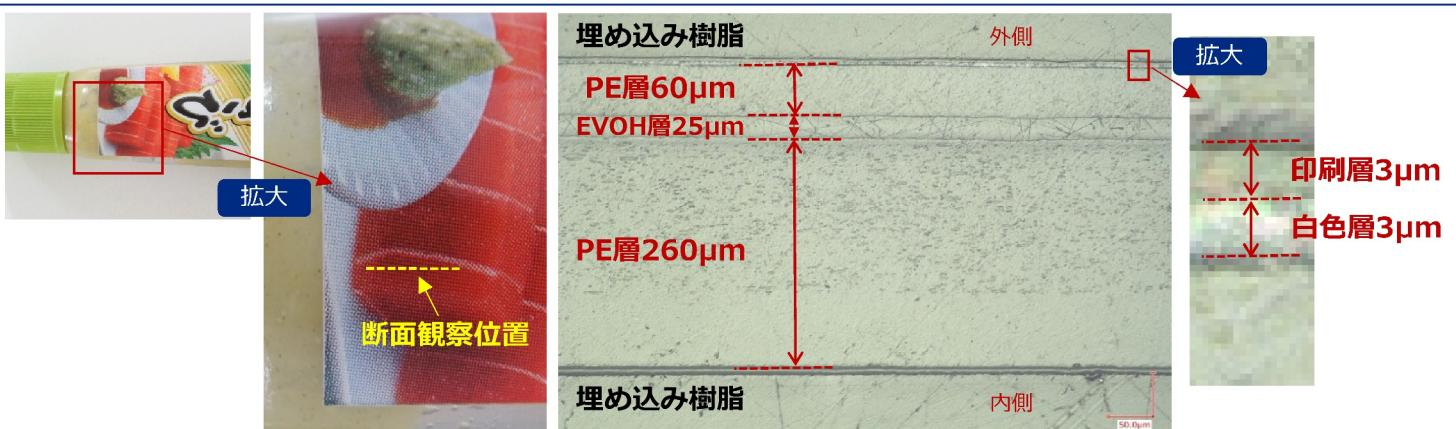
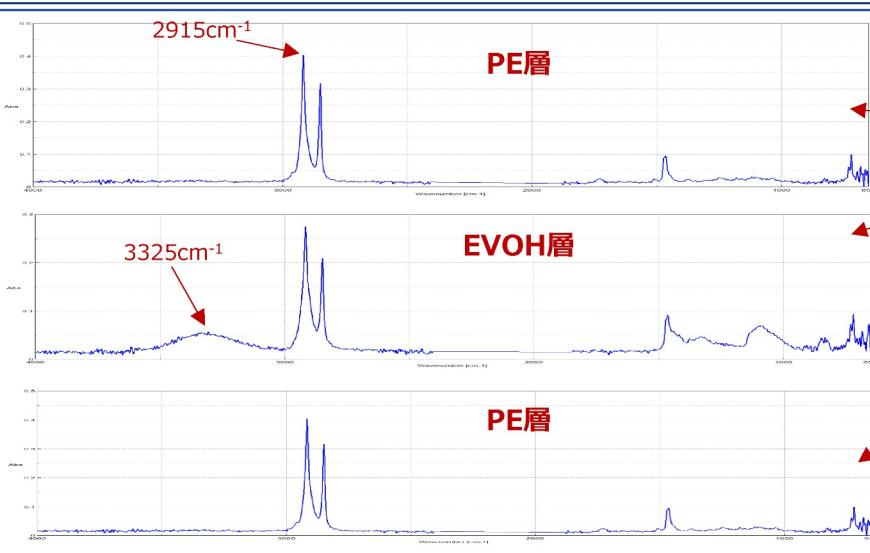
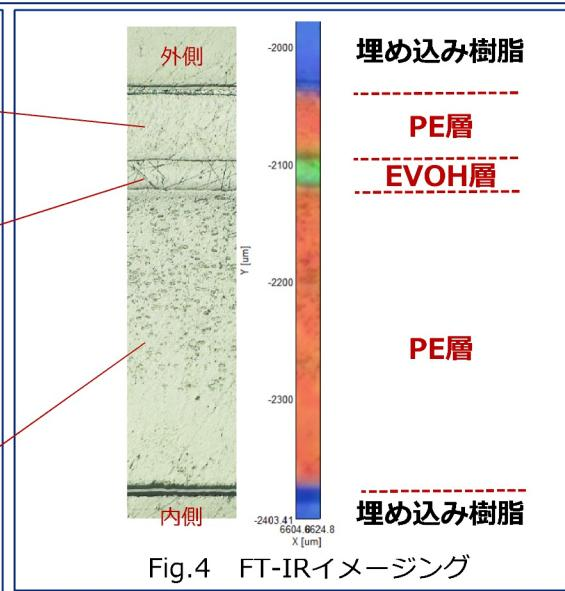

Fig.2 ねりわさび容器断面観察結果
Fig.3 PE層とEVOH層の赤外吸収スペクトル
Fig.4 FT-IRイメージング
■ ねりわさび容器の一部をエポキシ樹脂で包埋し、研磨琢磨した後、断面をデジタルマイクロスコープにて観察しました。結果、容器は5層構造になっており、赤外分光法(FT-IR)での成分分析もふまえると、内側から260μm程のPE層、25μm程のEVOH層、60μm程のPE層、3μm程の白色層、最外側に3μm程の印刷層で構成されることがわかりました(Fig.2)。白色層と印刷層については薄いこともありFT-IRでは明確な結果は得られませんでした。PE層とEVOH層では 3325cm^{-1} のO-H伸縮振動のピークに大きな差異が認められます(Fig.3)。そこで、PE層で一番高いピークである 2917cm^{-1} のC-H伸縮振動のピークとEVOHの 3325cm^{-1} のO-H伸縮振動のピークに注目してFT-IRによるイメージングを行いました。Fig.4の赤い部分がPE、緑色の部分がEVOHに該当します。